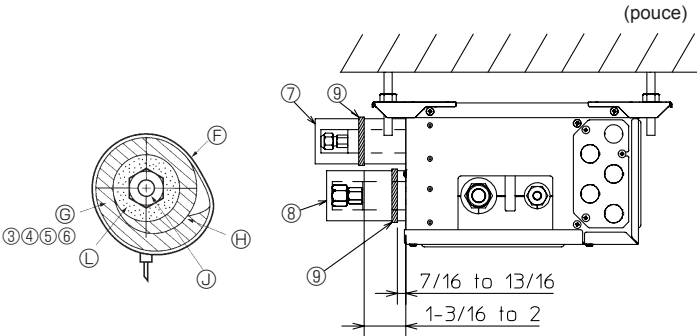
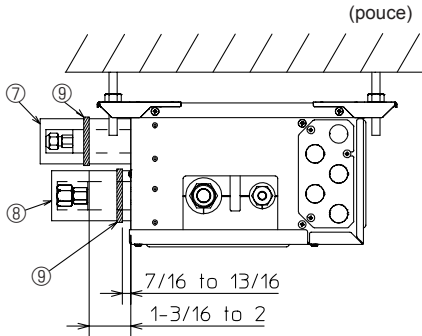

Fig. 7-3
Fig. 7-4
- (1) Retirer les écrous évasés et les capuchons du boîtier de dérivation.
- (2) Evaser les extrémités des tuyaux de liquide et de gaz et appliquer de l'huile réfrigérante (à acheter localement) sur la surface évasée. N'appliquez pas d'huile sur la partie filetée.
- (3) Raccorder immédiatement les tuyaux de réfrigérant. Serrez toujours les écrous évasés jusqu'au couple spécifié dans le tableau 2 à l'aide d'une clé dynamométrique et d'une double clé à molette.
- (4) Appuyer les cache-tuyaux ③ et ⑤ des tuyaux de liquide contre l'appareil et les enrouler pour les maintenir en place. (Fig. 7-3)
- (5) Appuyer les cache-tuyaux ④ et ⑥ des tuyaux de gaz contre l'appareil et les enrouler pour les maintenir en place. (Fig. 7-3)
- (6) Fixer les sangles fournies ⑨ à 7/16-13/16 pouce (10 à 20 mm) de chaque extrémité des cache-tuyaux (③ ④ ⑤ ⑥).
- (7) Si l'unité intérieure n'est pas raccordée, raccordez les cache-tuyaux (avec les bouchons, ⑦ et ⑧) sur les branchements des tuyaux de réfrigérant du boîtier de dérivation contre l'unité afin d'éviter un écoulement de condensation des tuyaux. (Fig. 7-4)
- (8) Fixer les cache-tuyaux (⑦ ⑧) à l'aide des sangles fournies ⑨.
- ③ Sangle ⑨
- ④ Cache-tuyaux ③ ④ ⑤ ⑥
- ⑤ Serrer
- ⑥ Tuyau de réfrigérant
- ⑦ Isolant thermique pour tuyau de réfrigérant
► Appliquer les procédures suivantes aux composants du boîtier de dérivation qui ne sont pas raccordés à un appareil intérieur. (Fig. 7-4)
- (1) Afin d'éviter toute fuite de réfrigérant, veiller à serrer les raccords coniques conformément aux couples de serrage indiqués* dans le Tableau 3.
- (2) Pour éviter la condensation, mettaient en place les cache-tuyaux ⑦ et ⑧ contre l'unité et attachez-les à l'aide des sangles ⑨ fournies.